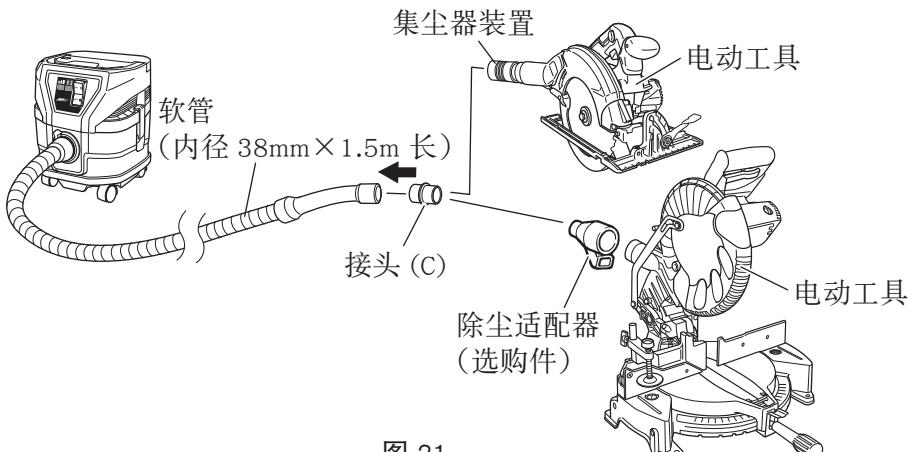

图 21
按顺序连接软管 (内径 38mm×1.5m 长) 和接头 (C) (选配附件)。按箭头方向进行连接。(参照图 21)